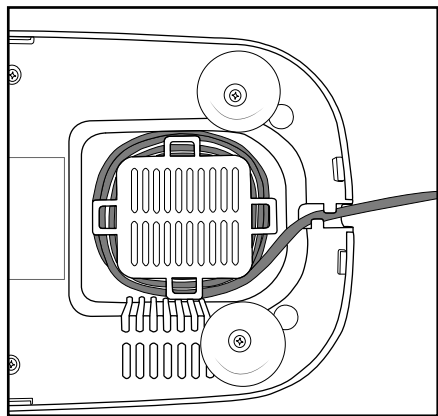

Fig. 3: Suport înfășurare cablu
- Înfășurați cablul de alimentare ④ în jurul suportului aflat dedesubtul aparatului (fig. 3):